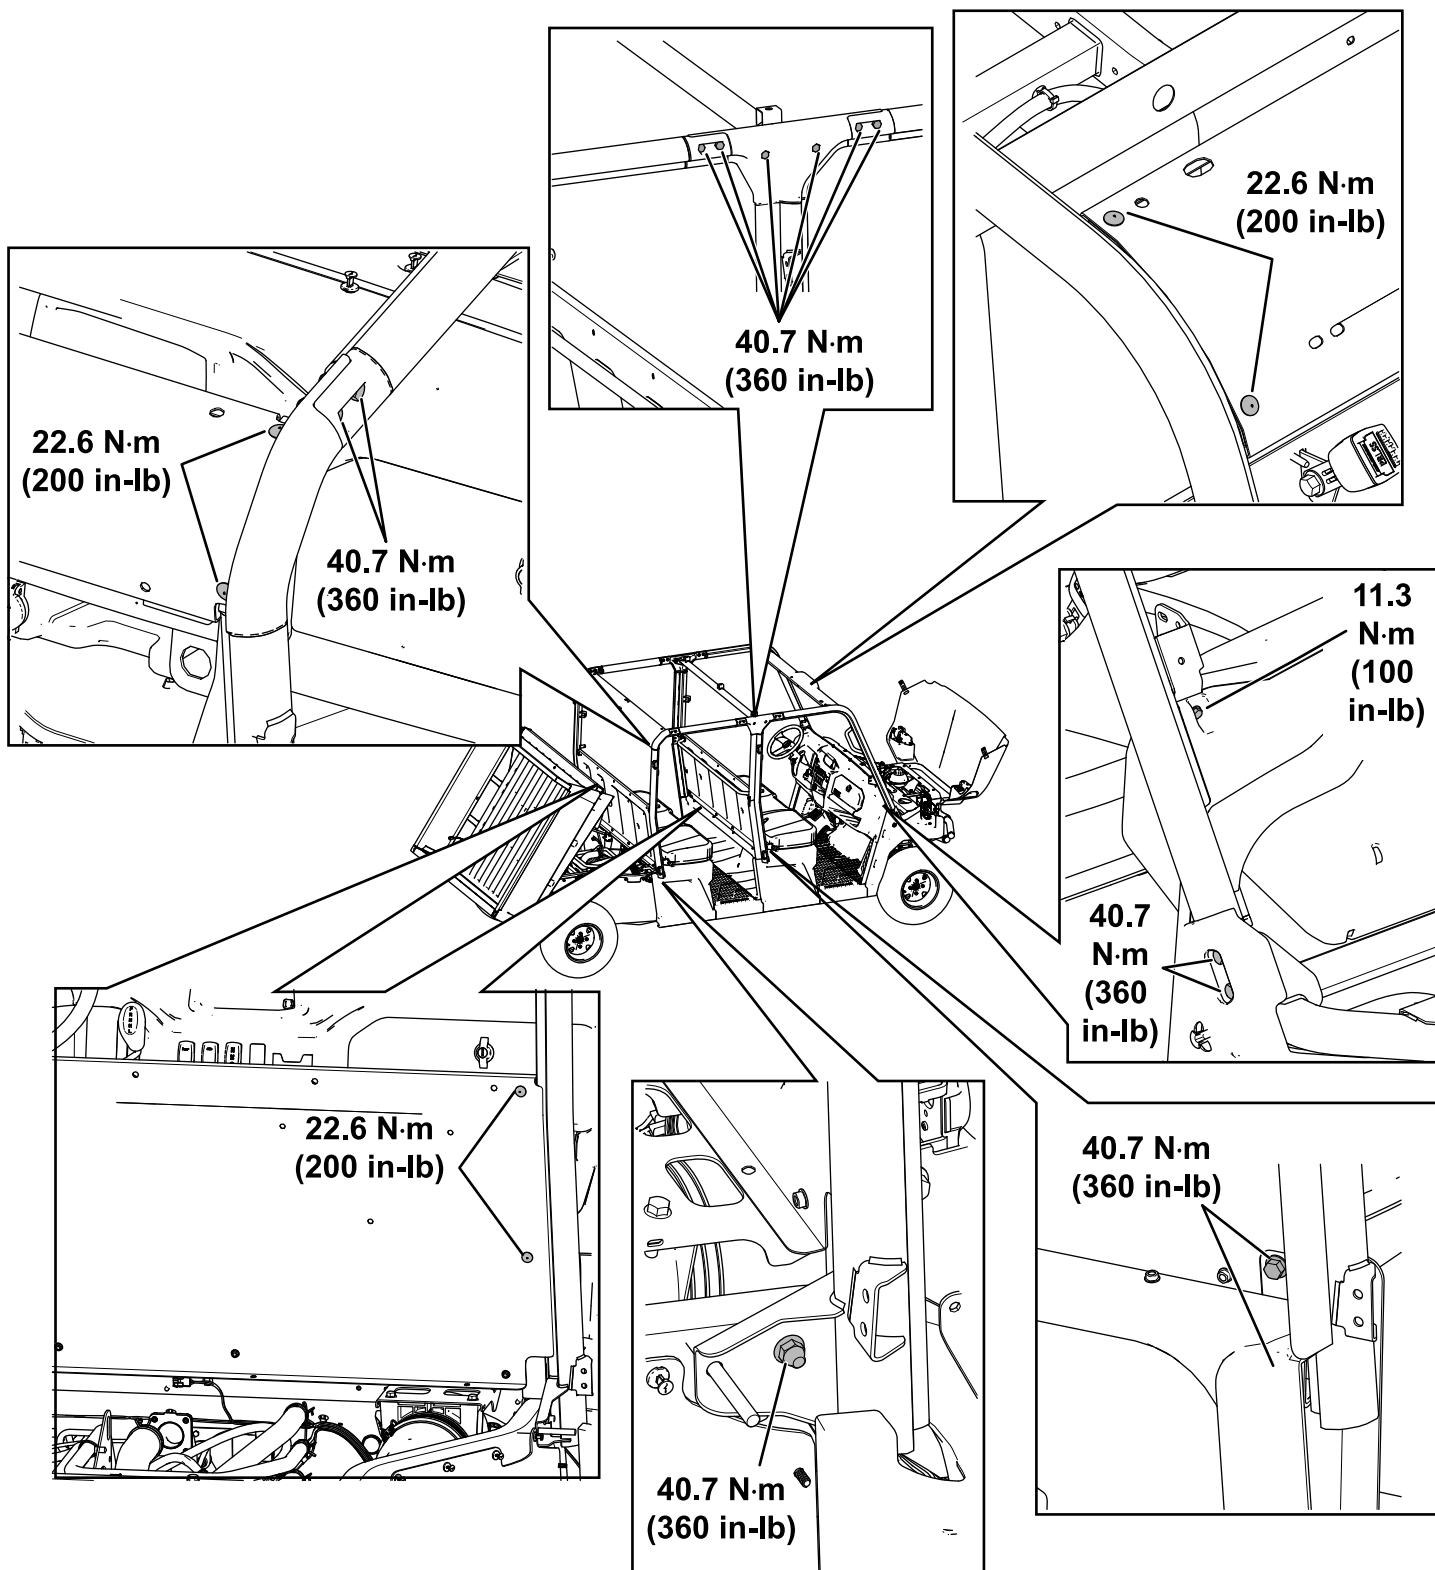

Figura 52
25. Apriete las fijaciones según las especificaciones que se muestran en la **Figura 52**.